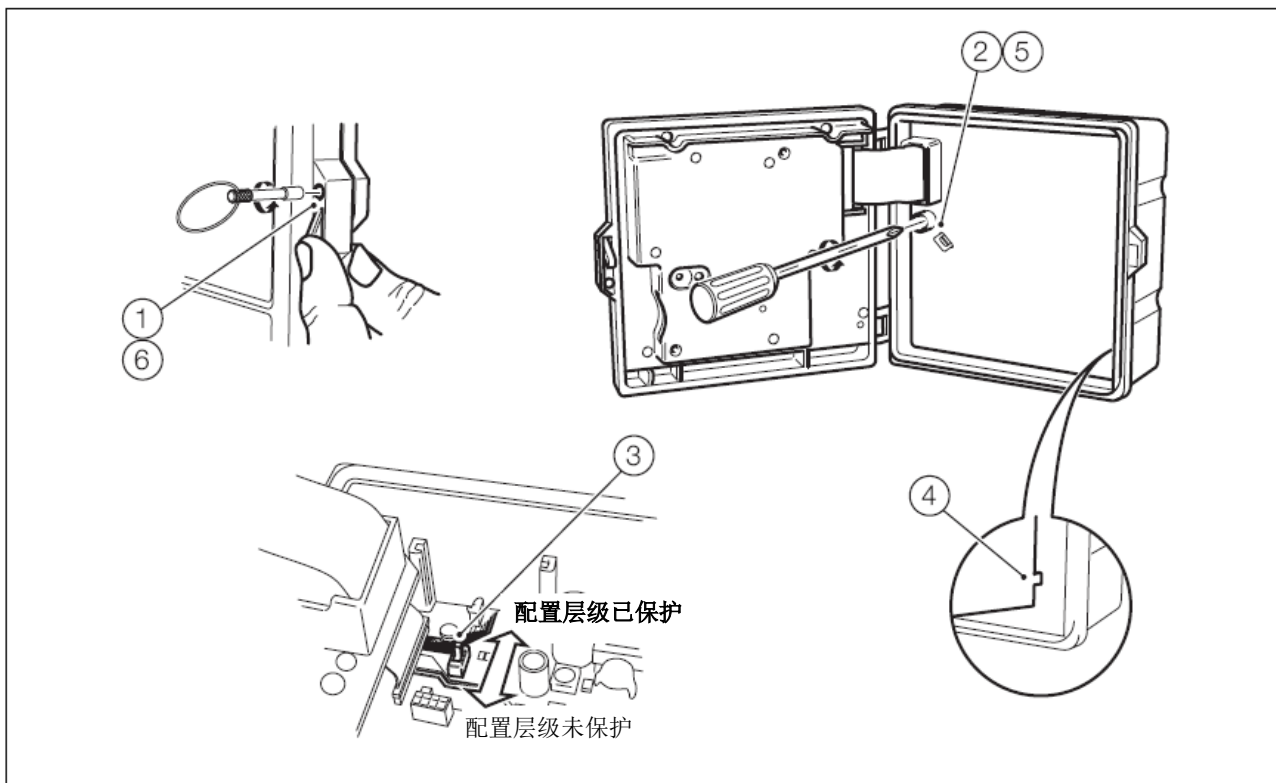

图 7.3 设置安全开关
在将内部开关设置为“配置层级无保护”之前无法访问配置层级 - 参见第 62 页图 7.3。
1. 将内部安全开关设在“配置层级未保护”位置 – 参见第 62 页图 7.3。
参考图 7.3，按以下步骤设置内部安全开关：